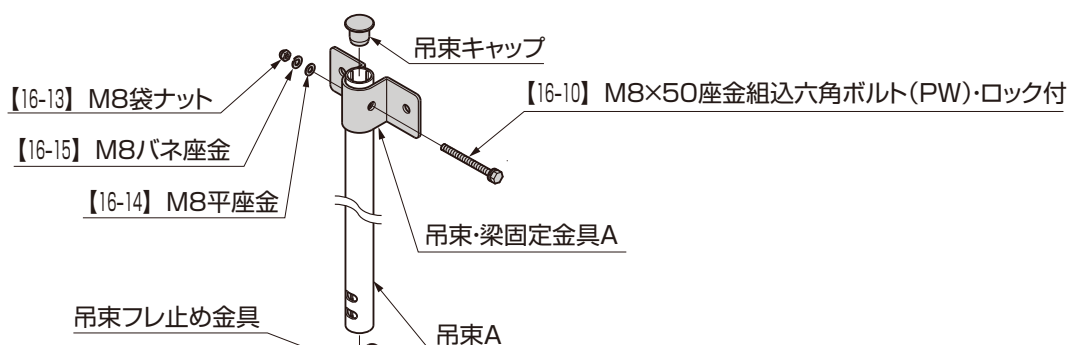

図4-1
- ①図4-1を参照して、吊束Aに吊束・梁固定金具Aを【16-10】、【16-14】、【16-15】、【16-13】で取付けてください。
- ②吊束Aに吊束キャップと吊束フレ止め金具を挿入してください。
- ①図4-1を参照して、吊束Bに吊束・梁固定金具Bを【16-6】、【16-14】、【16-15】、【16-13】で取付けてください。
- ②図4-1を参照して、吊束Dに吊束・梁固定金具Bを【16-6】、または【16-10】と【16-14】、【16-15】、【16-13】で取付けてください。
- ③吊束B、Dに吊束キャップとフレ止め金具を挿入してください。
- ④吊束Bに吊束Cを【16-6】、【16-14】、【16-15】、【16-16】と【16-6】、または【16-10】と【16-14】、【16-15】、【16-16】で取付けてください。
- ⑤吊束B、Dに吊束接続金具を【16-6】、【16-14】、【16-15】、【16-16】で取付けてください。
- ⑥吊束カバー1、2を吊束に【16-2】、【16-3】で取付けてください。